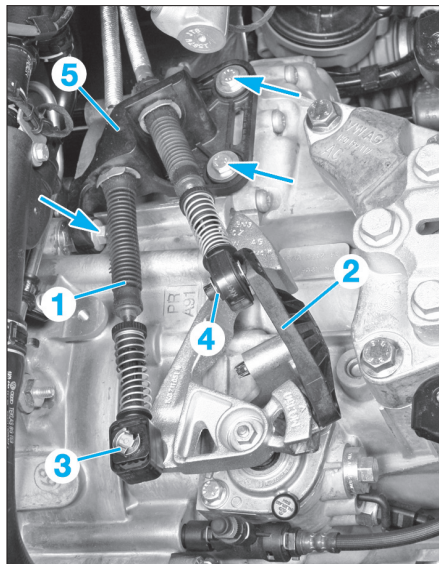
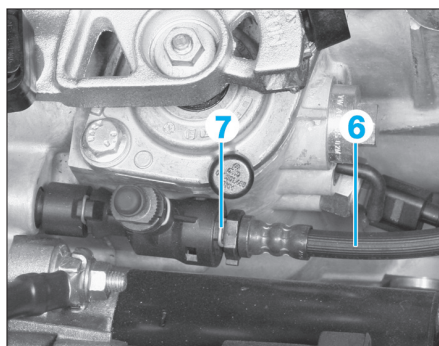

Fig. 2
Fig. 3
- Déposer du levier de commande (1) le segment d'arrêt (3) pour le câble de commande et extraire le câble du tenon (Fig.2).
- Déposer du levier de renvoi (2) le segment d'arrêt (4) pour le câble de sélection et extraire le câble du tenon.
- Déposer le levier de renvoi (2).
- Déposer le support (5) (3 vis) des câbles de commande et de sélection de la boîte de vitesses et le faire reposer sur le côté au moyen d'un fil de fer.
- Comprimer le flexible (6) menant au cylindre récepteur à l'aide d'une pince à flexible (Fig.3).
- Extraire l'agrafe (7).
- Extraire le flexible (6) du dispositif de purge du cylindre récepteur et l'obturer à l'aide d'un bouchon approprié.